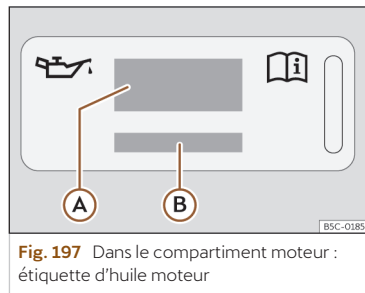

Fig. 197 Dans le compartiment moteur : étiquette d'huile moteur
Légende de la >>> **fig. 197** :
Si vous devez ajouter de l'huile moteur, utilisez l'une des huiles indiquées sur l'étiquette >>> **fig. 197**. L'étiquette avec la norme prescrite se trouve sur l'avant du compartiment
- En cas d'absence de l'étiquette avec la spécification de l'huile moteur >>> **fig. 197**, contactez un atelier spécialisé.